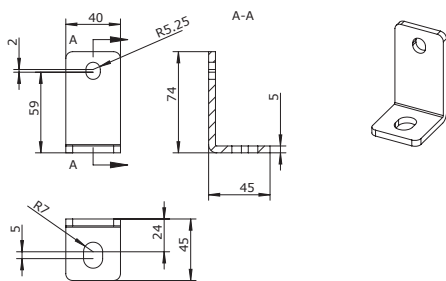

Рис. 3 Уголок для крепления резервуара установки Prolift к полу
- Резервуар насосной установки Prolift, объемом 150 и 450 литров должен крепиться к полу уголками. Для уголков в нижней части резервуара имеются пазы. Уголки и шурупы входят в комплект поставки установки. Чертеж уголка представлен на рис. 3 ниже.